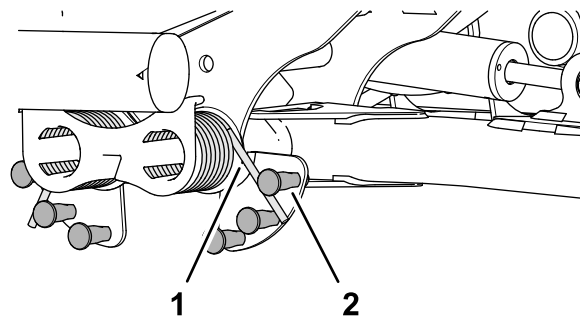

**Figura 51**
- Introduzca el extremo largo del muelle de contrapeso en un tubo u otro objeto similar, y gire el muelle alrededor del espárrago de cuello largo a la posición deseada (**Figura 51**).